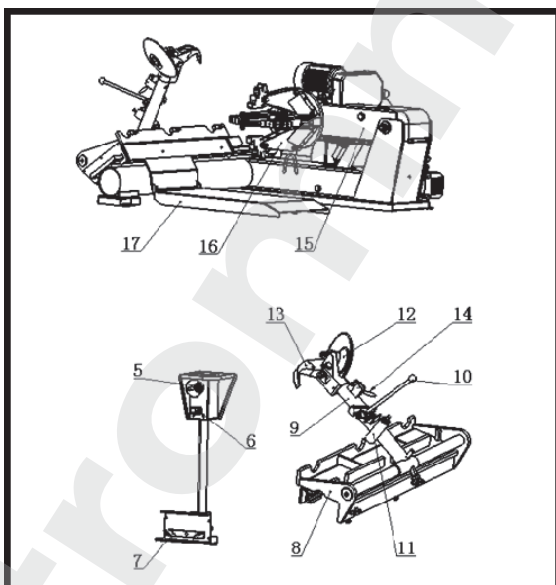

Рис. 6
**инструментальной консолью (9), находящейся в нерабочем положении (рис. 6).**